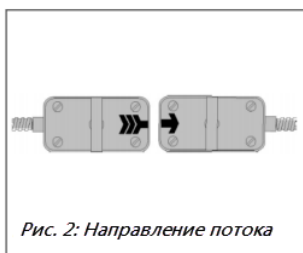

Рис. 2: Направление потока
- Установите датчики в направлении потока. (Рис. 2)